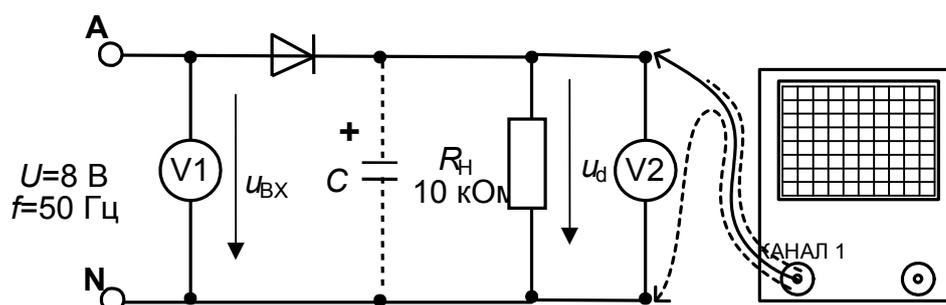
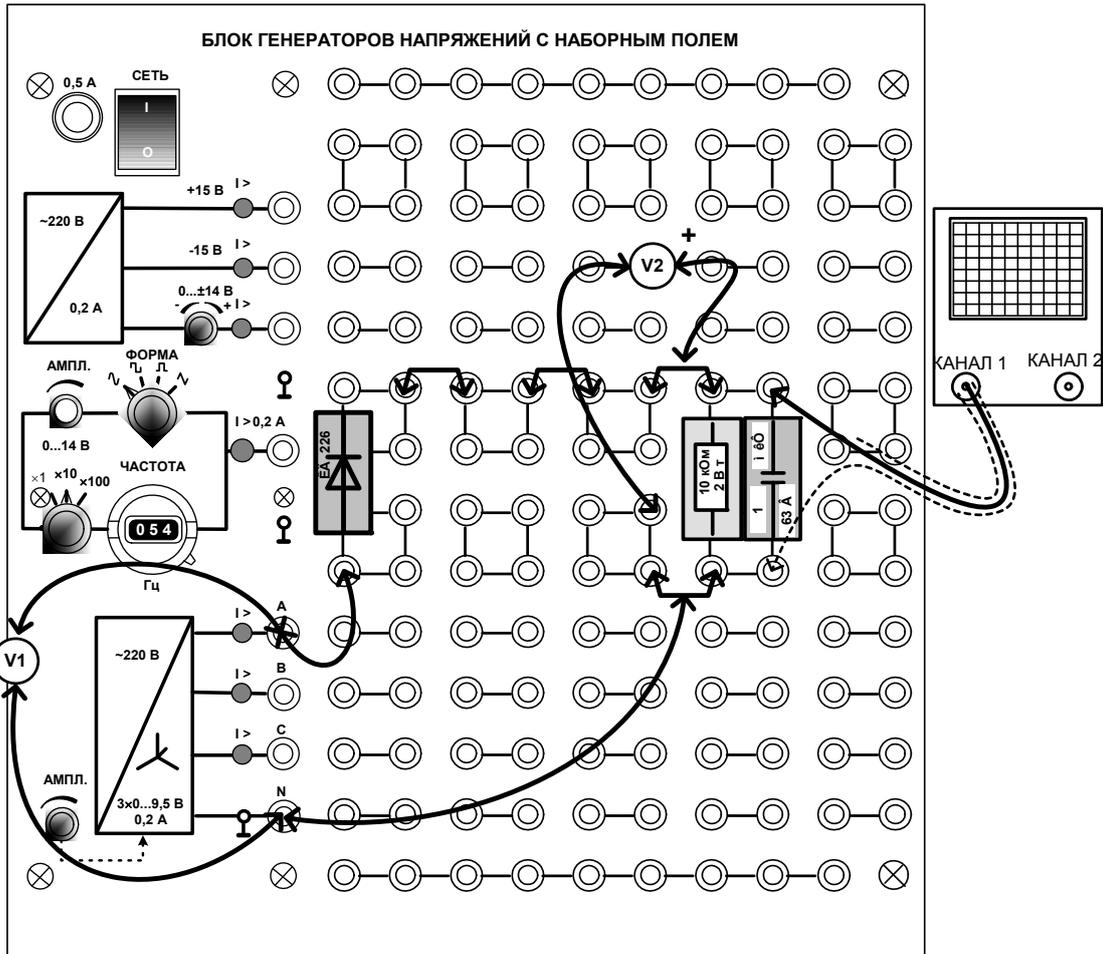

Рис. 2.8. Принципиальная схема для исследования однофазного однополупериодного выпрямителя
Рис. 2.9. Монтажная схема для исследования однофазного однополупериодного выпрямителя
1. Соберите цепь согласно принципиальной (рис. 2.8) или монтажной схеме (рис. 2.9) сначала без сглаживающего фильтра ($C=0$). Включите мультиметры: $V1$ – для измерения действующего значения